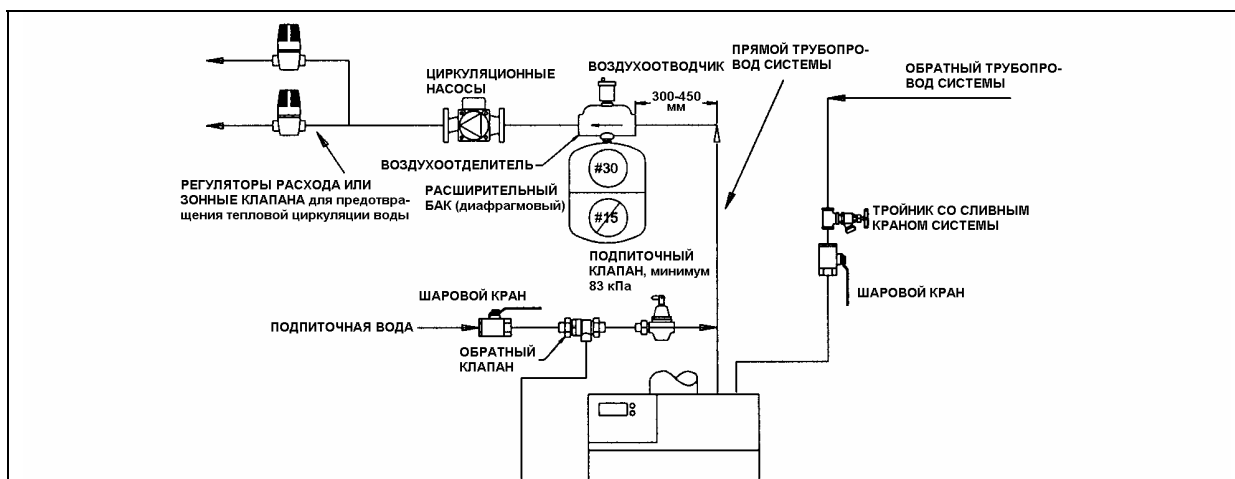

Рис.12. Обвязка котла модели ЕВР
4. Установите воздухоотделитель на прямой трубе системы, как показано на Рис.12,13 и 14.